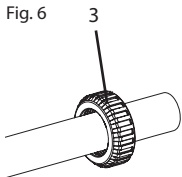

Fig. 6
2. Passen Sie das Ventil an die Installation an und schieben Sie die Überwurfmutter (3) (Abbildung 6) über das Rohr, bevor Sie die Muffe (5) verkleben (Abbildung 7).